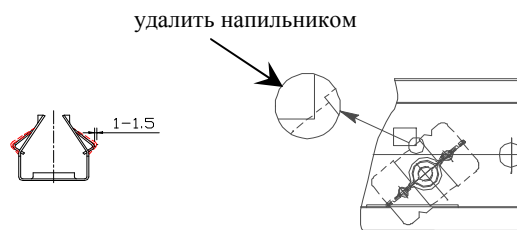

Рис. 32
- б) посмотреть направление удара искры, если она идет на алюминиевый верх горелки, то путем подгибания понизить верх горелки (см. рис. 32).
Это относится к горелке средней мощности, правой дальней и левой передней. Держатель не должен перекрывать отверстие. Если происходит перекрытие, то его нужно удалить, чтобы держатель электрода встал на место без помех (см. рис. 32).